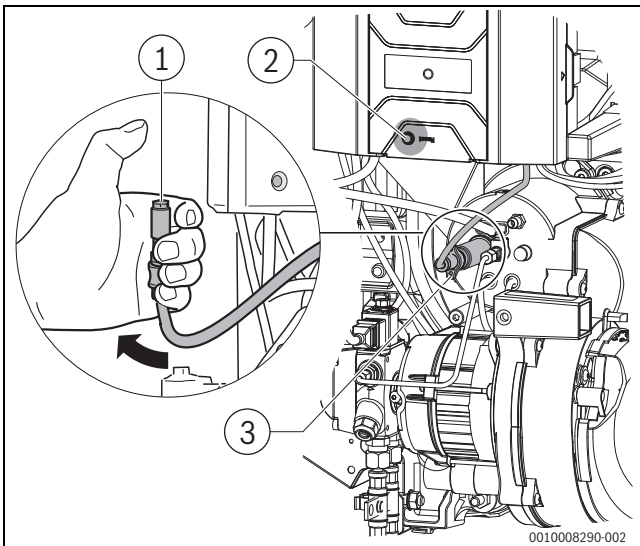

Bild 43 Flammenfühler auf Funktion prüfen
- ▶ Flammenfühler bei laufendem Brenner am vorgesehenen Griff aus der Halterung ziehen (→Bild 43, [3])
- ▶ Flammenfühler mit Daumen abdecken(→Bild 43, [1]). Es muss nach Wiederanlauf eine Störabschaltung erfolgen.
- ▶ Nach einer Wartezeit von ca. 30 Sekunden den Feuerungsautomat durch Drücken der Reset-Taste (→Bild 43, [2]) oder der Reset-Taste am Regelgerät entriegeln.